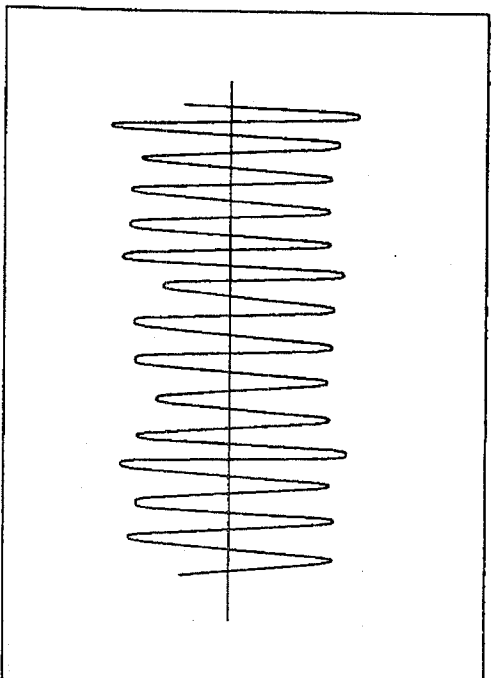

Рис. 15. Нормальная форма частотного вихревого сигнала
4. При наличии расхода измеряемой среды в трубопроводе проведите наблюдение за формой сигнала на экране осциллографа. Форма сигнала должна быть аналогична показанной на рис. 15.
- а. Если форма сигнала аналогична показанной на рис. 15, значит датчик исправен. Если выходной сигнал электронного блока отсутствует, значит входной каскад электронного блока неисправен. В этом случае следует заменить весь электронный блок.
3. При наличии расхода измеряемой среды в трубопроводе проверьте выходной сигнал датчика на экране осциллографа. Полное сопротивление зонда осциллографа должно быть 10 Мом или выше. Форма сигнала должна быть аналогична показанной на рис. 15. Если предварительный усилитель не включен в цепь, минимальное напряжение сигнала, необходимого для датчика, составляет примерно 2,5 мВ.
Если форма сигнала аналогична показанной на рис. 15, значит датчик находится в работоспособном состоянии. Если выходной сигнал отсутствует, замените датчик.